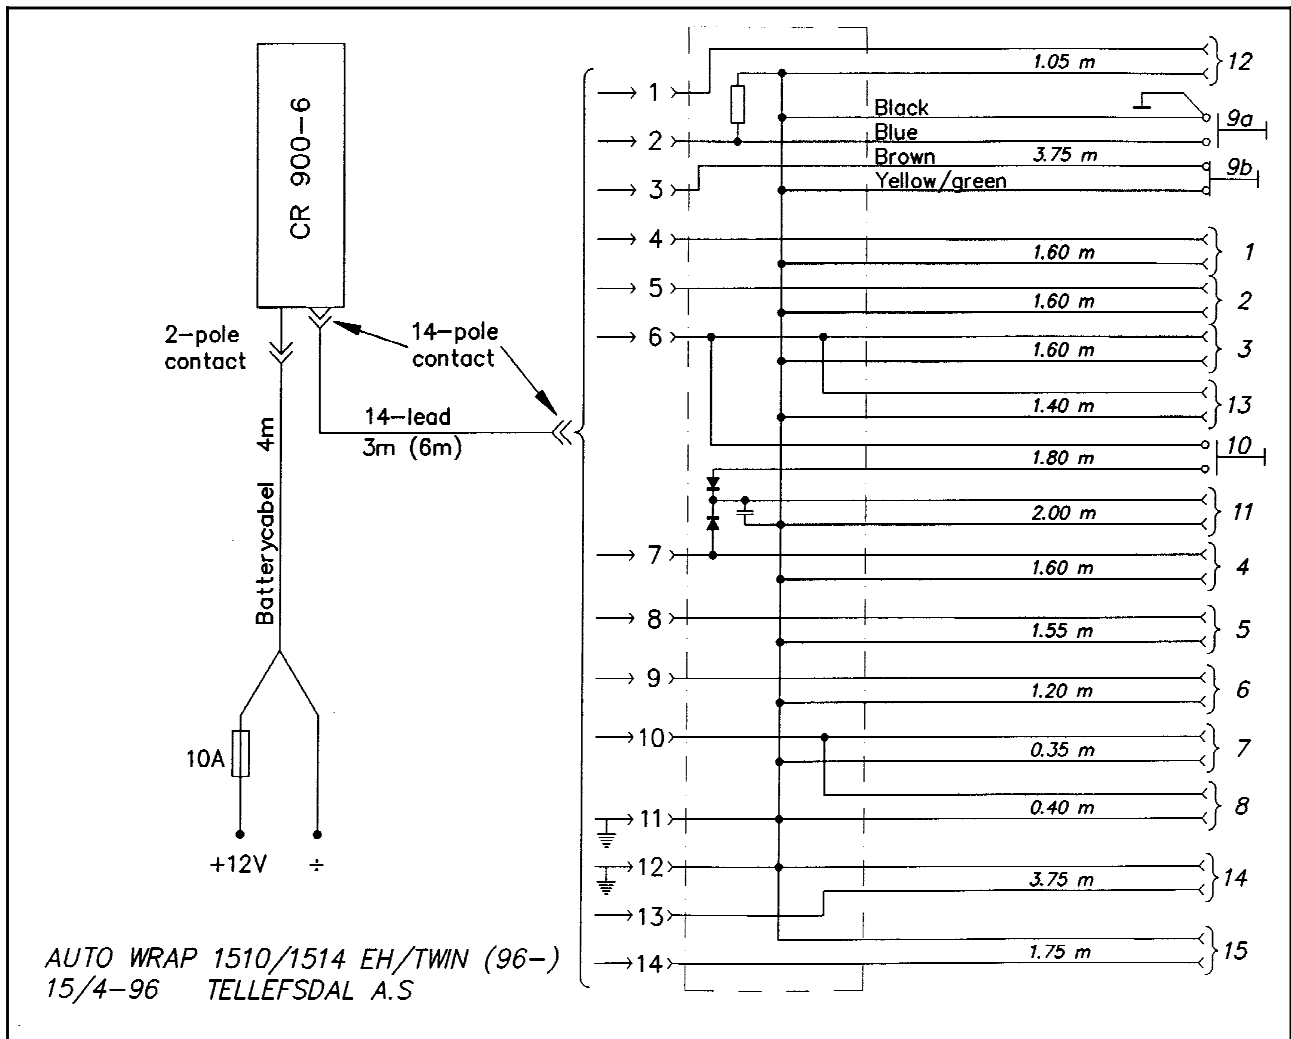

Bild 13-1
Die elektrische Anlage besteht aus: Steuereinheit mit leitungsgebundener Fernbedienung, 14-adriger Steuerleitung mit jeweils einem Stecker an jedem Ende, mehreren Verteilern, die zu den jeweiligen Magnetventilen laufen, und mehreren Schaltern, die sich an der Maschine befinden. (Abb.13-1).
13.4 SPANNUNGSVERTEILUNG. (Siehe Abb. 13-1).
(Siehe Schaltplan, Abb. 13.1).